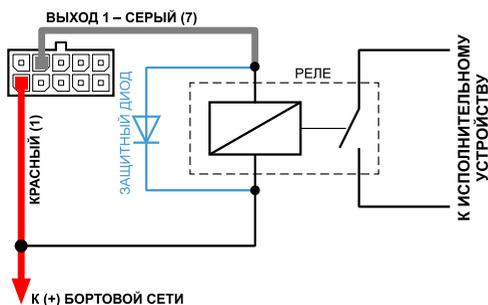

Рис. 17. Подключение выхода.
1. Защитный диод (Рис.17) – устанавливается параллельно индуктивной нагрузке. При этом прямой ток защитного диода ($I_{\text{диода, прямой}}$) должен быть не менее $1.5 \cdot I_{\text{удержания катушки}}$. Если ток удержания катушки неизвестен или есть сомнения, следует использовать схему включения с защитным реле.